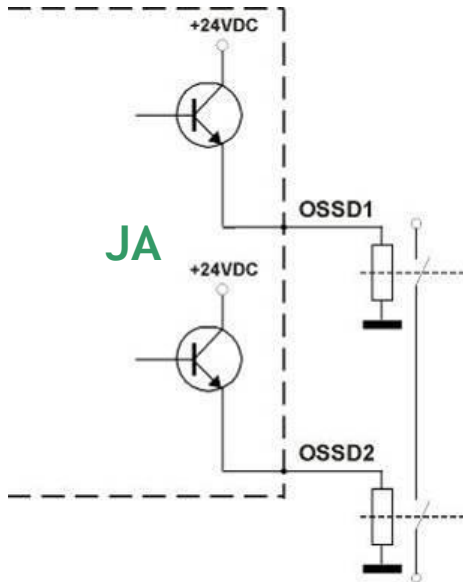

Abb. 14
- Die Sicherheitskontakte OSSD1 und OSSD2 dürfen untereinander auf keinen Fall in Reihe oder parallel geschaltet werden, können jedoch beide einzeln eingesetzt werden (siehe Abb. 14). Sollte irrtümlich eine dieser Konfigurationen verwendet werden, zeigt der Sicherheitslichtvorhang die Betriebsstörung der Ausgänge an (siehe Kap. 7 „Diagnosefunktionen“).